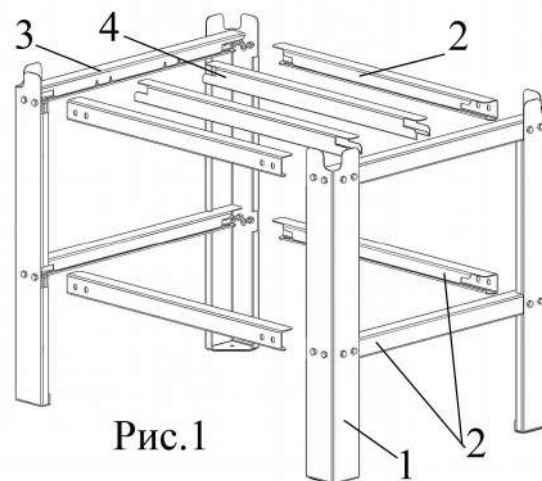
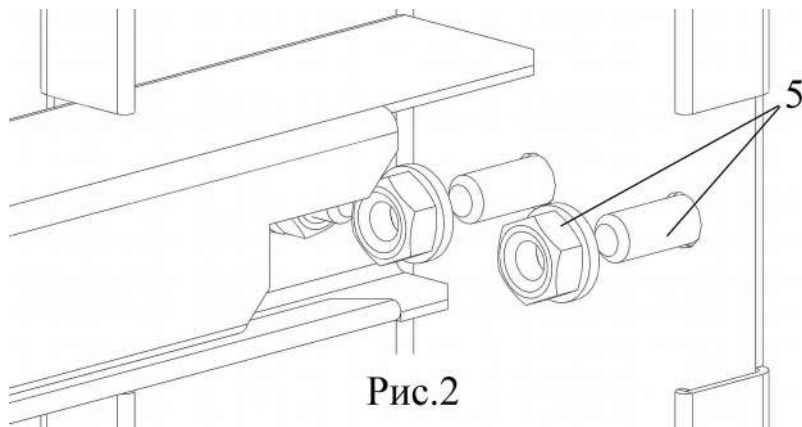

Рис.1
Рис.2
4.2 Между ножками 1 закрепите швеллеры 2,3, как показано на рис.1 комплектом крепежа 5. Нижний швеллер крепить по нижнему краю паза ножки (рис.2).